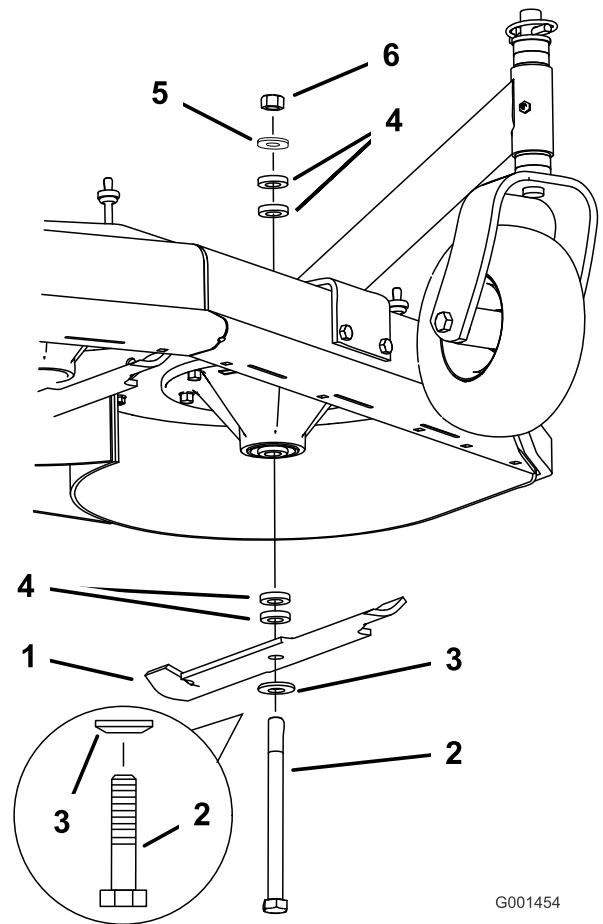
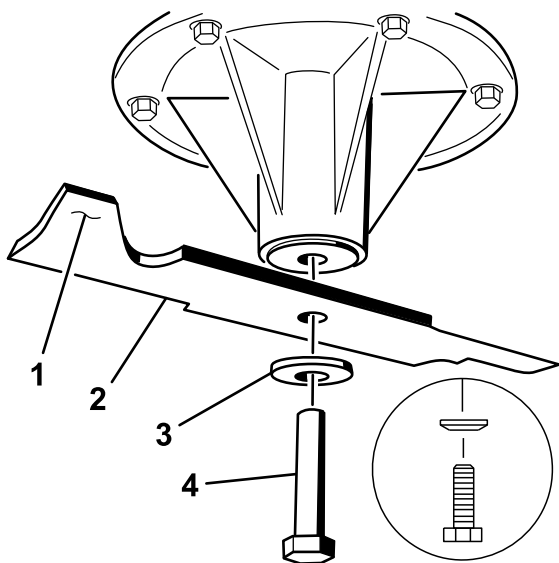

Figure 8
Figure 9
Important: La partie relevée de la lame doit être face à l'intérieur du plateau de coupe (Figure 8).
2. Montez les lames neuves sur les axes avec les rondelles et les boulons retirés précédemment (Figure 8 ou Figure 9).
3. Pour les tondeuses à plateau fixe seulement, serrez le boulon de lame à un couple de 101 à 108 Nm (Figure 8).
4. Pour les tondeuses GrandStand et les tondeuses à plateau flottant, serrez le boulon de lame à un couple de 115 à 150 Nm (Figure 9).